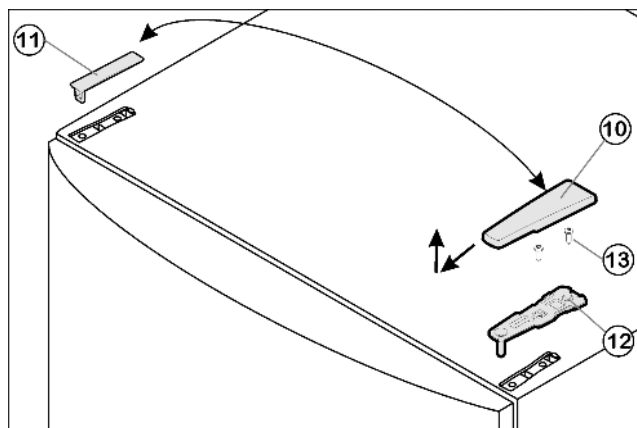

Fig. 4
- ▶ Потяните крышку Fig. 4 (10) вперед и вверх.
- ▶ Снимите крышку Fig. 4 (11).
- ▶ Открутите верхний опорный кронштейн Fig. 4 (12) (2 шт. Torx® 25) Fig. 4 (13) и вытяните вверх.
- ▶ Установите верхний опорный кронштейн Fig. 4 (12) на новой стороне шарнира и защелкните в дверце.
- ▶ Прикрутите верхний опорный кронштейн Fig. 4 (12) (с моментом 4 Нм) (2 шт. Tox® 25) Fig. 4 (13). При необходимости сделайте отверстия или используйте аккумуляторную отвертку.
- ▶ Защёлкните крышку Fig. 4 (10) и крышку Fig. 4 (11) на противоположной стороне.